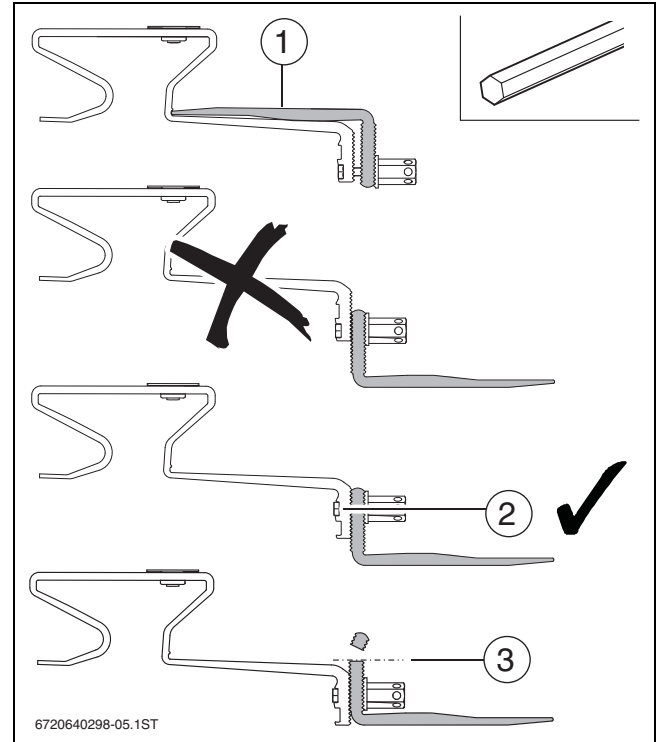

Bild 24 Sparrenanker vorbereiten
- ▶ Dachhaken-Unterteil in das obere Loch des Dachhakens umstecken. Mutter noch nicht festdrehen (→ Bild 24).